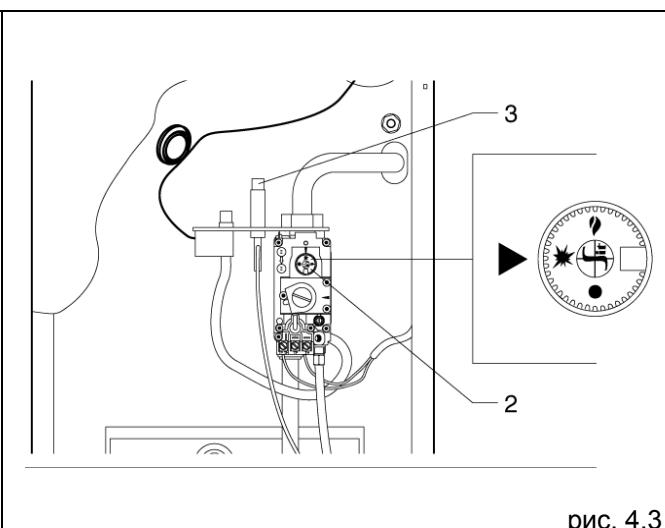

рис. 4.3
Нажмите и поверните ручку управления (2) в положение (рис. 4.3).